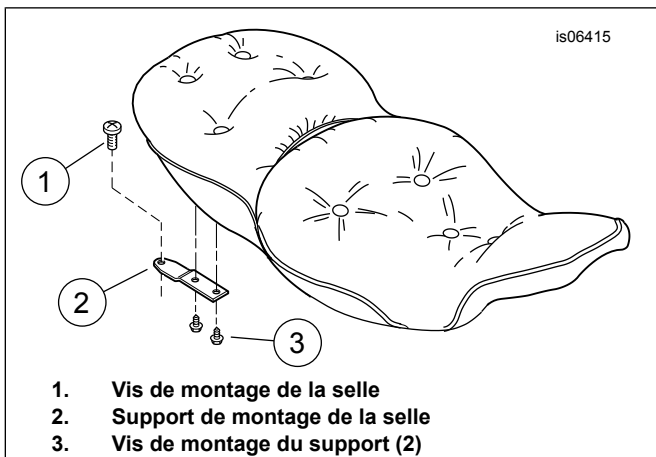
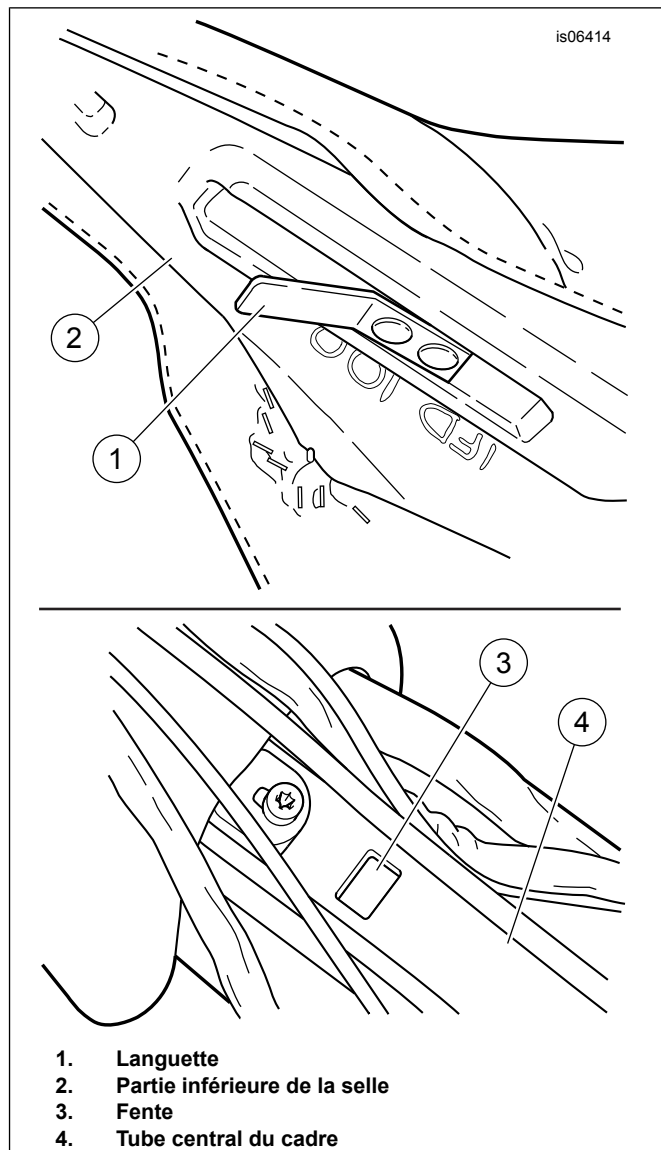

Figure 1. Support de montage arrière de la selle
Figure 2. Support de montage avant de la selle
4. Voir Figure 1. Retirer la vis (1) afin de détacher le support de montage de selle arrière (2) du garde-boue arrière.
5. Voir Figure 2. **Pour les modèles avec coffre Tour-Pak, mais SANS haut-parleurs arrière : Pour les modèles avec coffre Tour-Pak ET haut-parleurs arrière : Pour les modèles SANS coffre Tour-Pak :** Faire glisser la selle vers l'arrière afin de sortir la languette (1) située à l'avant du siège de sa fente (3), au niveau du tube central du cadre (4), puis déposer la selle du cadre.
- Faire **légèrement** glisser la selle vers l'arrière afin de sortir la languette (1) située à l'avant du siège de sa fente (3), au niveau du tube central du cadre (4), puis déposer la selle du cadre.
6. Voir Figure 1. Déposer les deux vis (3) pour libérer le support de montage arrière (2) de la partie inférieure de la selle.
4. Voir Figure 2. **Pour les modèles SANS coffre Tour-Pak :** Pousser fermement l'avant de la selle vers le bas et vers l'arrière, jusqu'à ce que la languette (1) soit insérée dans la fente (3), sur le tube central du cadre (4). **Pour les modèles AVEC coffre Tour-Pak :** *REMARQUE pour les modèles AVEC HAUT-PARLEURS ARRIÈRE :* Si nécessaire, demander à un assistant de se tenir derrière la moto et de maintenir fermement le coffre Tour-Pak. Desserrer ou déposer les vis fixant la partie inférieure du coffre Tour-Pak au rail de support. Veiller à ne pas trop tirer le coffre Tour-Pak vers l'arrière, ce qui pourrait endommager les câbles passant dans les œillets. Demander à un assistant de faire glisser délicatement le coffre Tour-Pak desserré UN PETIT PEU vers l'arrière et de le maintenir dans cette position jusqu'à ce que la nouvelle selle soit installée.
- c. De l'autre main, pousser fermement l'avant de la selle vers le bas et vers l'arrière, jusqu'à ce que la languette (1) soit insérée dans la fente (3), sur le tube central du cadre (4).
7. Voir Figure 1. Insérer la vis (1) dans le trou du support de montage de selle et dans l'écrou de retenue, puis serrer au couple de 2,3–4,5 N·m (20–40 in-lbs).